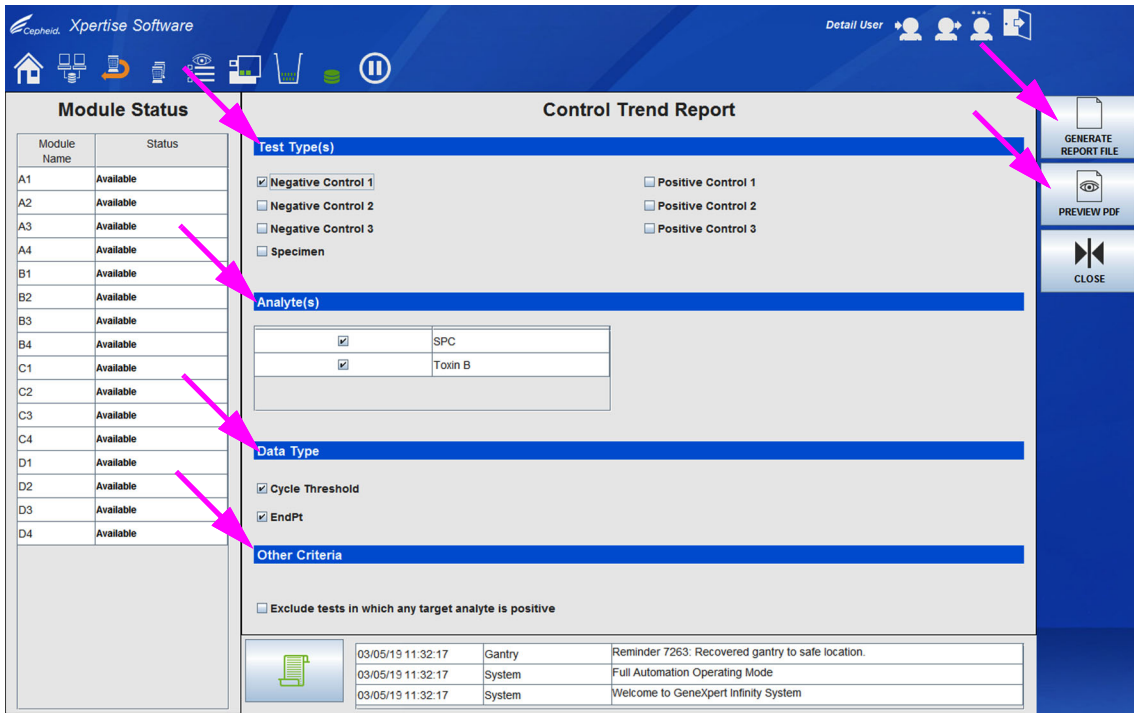
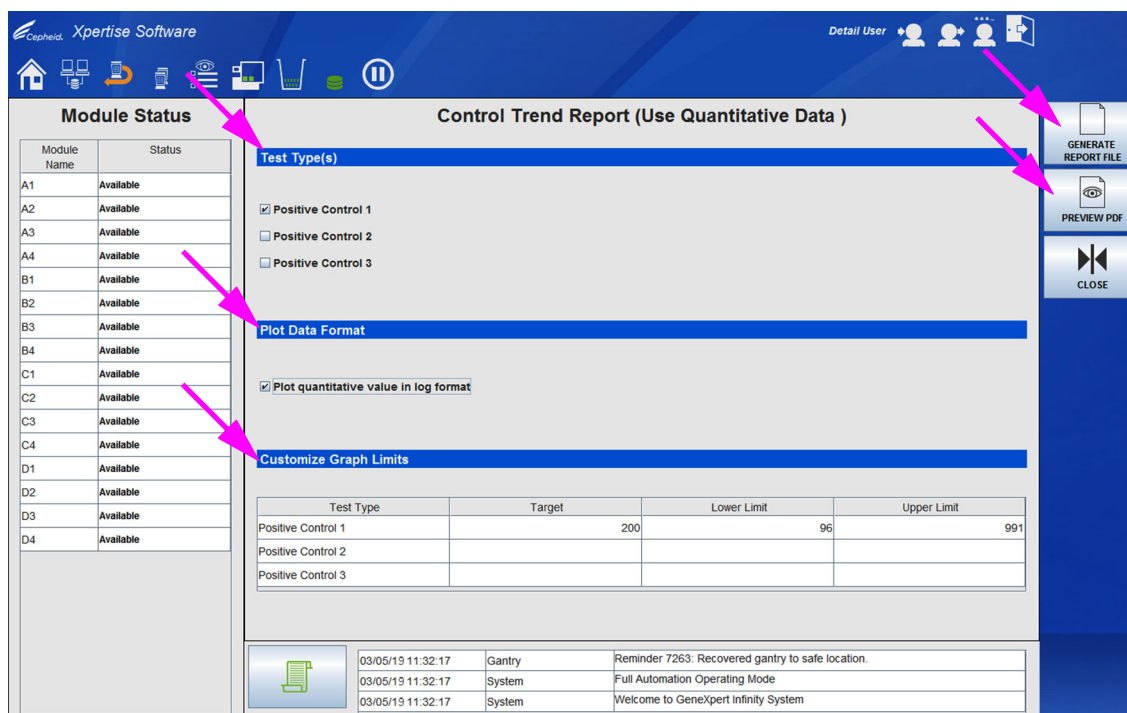
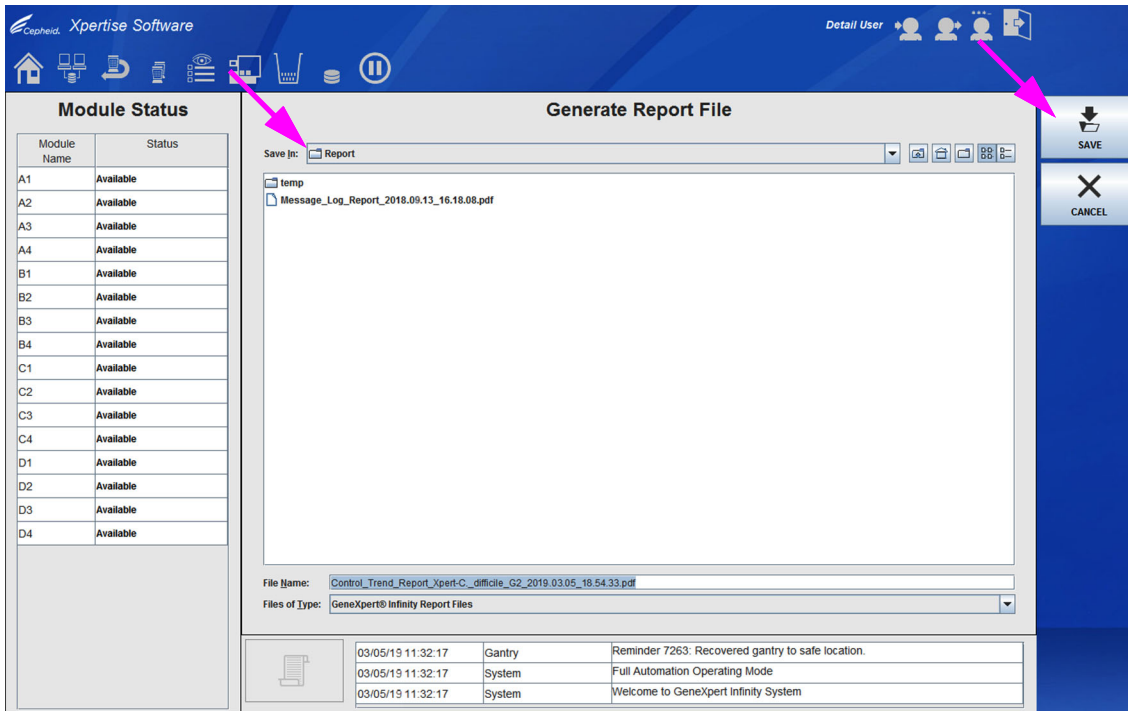

图 6-4. 针对定性选项的质控趋势报告 (Control Trend Report) 工作区
图 6-6. 针对定量选项的质控趋势报告 (Control Trend Report) 工作区
图 6-7. 生成报告文件 (Generate Report File) 工作区
7. 按**继续 (CONTINUE)** 按钮继续进入下一页质控趋势 (Control Trend) 工作区, 从而为定性和定量检测法选择更多条件。请参见图 6-4 了解定性检测法趋势; 参见图 6-6 了解定量检测法趋势。
- 定性检测法选项 (请参见图 6-4):
- 定量检测法选项（请参见图 6-6）：
- **生成报告文件 (GENERATE REPORT FILE)** – 创建一个 PDF 文件并将其保存到指定位置（对于定性检测法趋势，请参见图 6-4；对于定量检测法趋势，请参见图 6-6）。生成报告文件 (Generate Report File) 对话框（请参见图 6-7）可让您将文件保存到指定位置。
- **预览 PDF (Preview PDF)** – 创建一个 PDF 文件并在 Adobe Reader 窗口中显示该文件。在质控趋势报告 (Control Trend Report) 工作区上选择**预览 PDF (PREVIEW PDF)** 按钮（对于定性检测法趋势，请参见图 6-4；对于定量检测法趋势，请参见图 6-6）以创建 PDF 报告文件。您可以保存并从 Adobe Reader 软件打印 PDF 文件。可以将质控趋势报告 PDF 文件保存在 GeneXpert 报告文件夹中，或保存在另一台设备上。